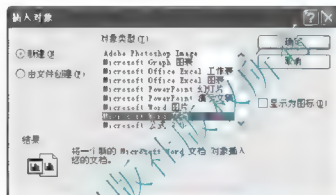

图 3.123 【插入对象】对话框
(1) 在 AutoCAD 中打开图形文件, 选择菜单栏中的【插入】|【OLE 对象】命令, 打开【插入对象】对话框, 如图 3.123 所示。